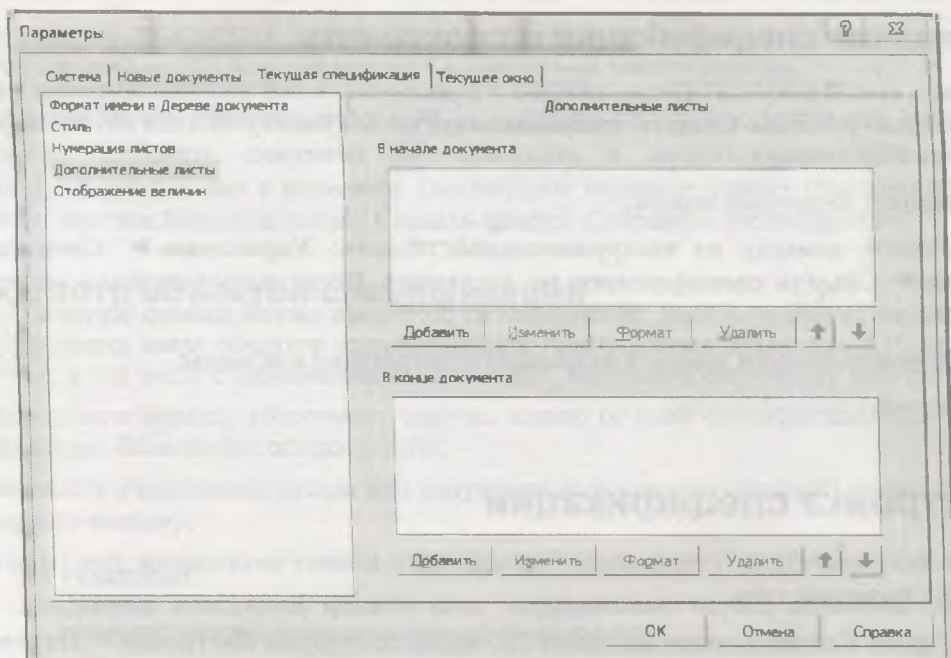

Рис. 15.17. Диалоговое окно Параметры с открытой вкладкой Текущая спецификация и панелью Дополнительные листы
- ♦ щелкните ЛК мыши по пункту **Дополнительные листы**. Вкладка **Дополнительные листы** (рис. 15.17) позволяет создать дополнительные листы в начале и/или в конце документа, выбрать варианты их оформления, формат и порядок следования в документе;